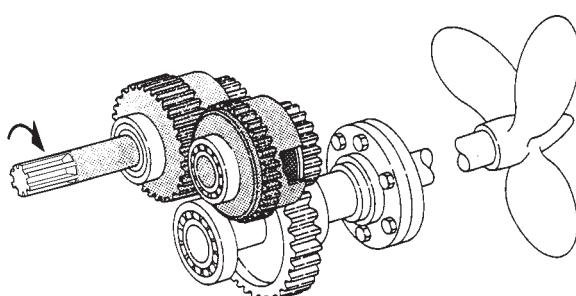

Fig. 3
- **Folle:** la posizione di folle viene inserita dal distributore quando posizionato in posizione di Neutral. In questa situazione non sono inserite le frizioni di «MA» e «RM» e quindi il moto si arresta alle campane frizione (Fig. 3).
- **Neutral:** the selector valve is placed in neutral position. Both reverse and forward clutch are disengaged. The motion is limited to the rotation of the clutch housings (Fig. 3).